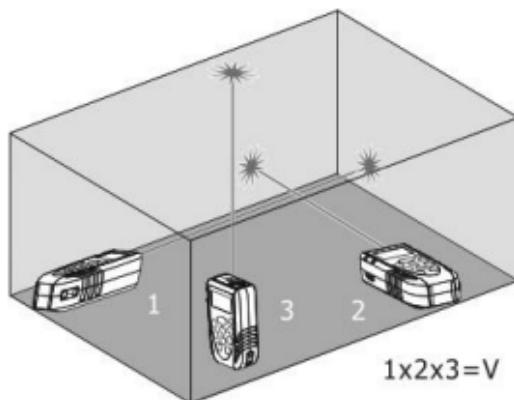

Abb. 6: Beispiel von Volumenmessung
3. Drücken Sie die Taste zur Durchführung der ersten Messung (Länge) der Oberfläche (siehe Abb. 6). Der entsprechende Wert erscheint auf dem ersten Teildisplay. Das Symbol erscheint auf dem Display mit blinkender Seite "1"
4. Drücken Sie die Taste erneut zur Durchführung der zweiten Messung (Breite) der Oberfläche (siehe Abb. 6). Der entsprechende Wert erscheint auf dem zweiten Teildisplay. Der Wert der entsprechenden Oberfläche erscheint im Ergebnisdisplay. DE - 12 Das Symbol
5. Drücken Sie die  Taste erneut zur Durchführung der dritten Messung (Höhe) (siehe Abb. 6). Der Gesamtwert des Volumens erscheint im Ergebnisdisplay